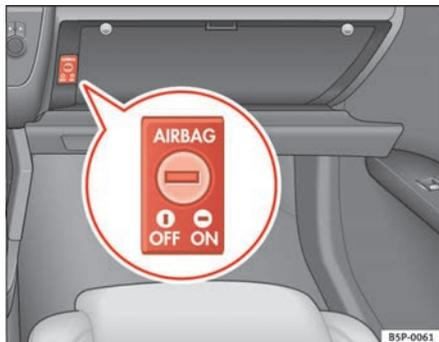

Fig. 26 Dans la boîte à gant : commande à clé pour commuter et désactiver les sacs gonflables côté passager avant
- À l'aide de la clé de contact, tournez la commande à clé située dans la boîte à gants dans la position **OFF** ⇒ fig. 26.
- À l'aide de la clé de contact, tournez la commande à clé située dans la boîte à gants vers la position **ON** ⇒ fig. 26. ▶